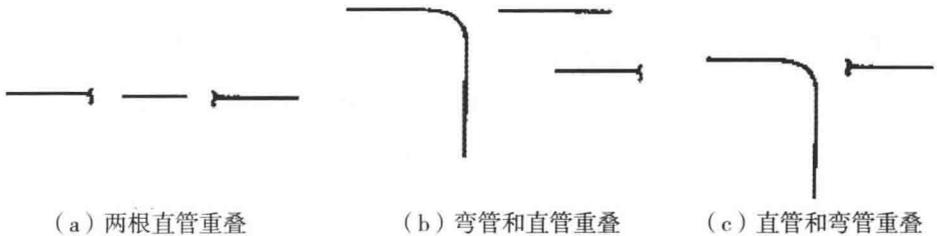

图1-15 两根管线重叠画法
1) 两根管线的重叠画法见图1-15所示。
①为了识图方便，对重叠管线通常采用折断显露法表示。即在投影图中，设想前（上）面一根管线已经截去一段（用折断符号表示），这样便可以显露出后（下）面的另一根管线。
②图1-15（a）中，如果是平面图，则表示断开的管线高于中间显露的管线；如果是立面图，则表示断开的管线在显露的管线之前。
③图1-15（b）中，如果是平面图，则表示弯管高于直管；如果是立面图，则表示弯管在直管之前。
④图1-15（c）中，如果是平面图，则表示直管高于弯管；如果是立面图，则表示直管在弯管之前。